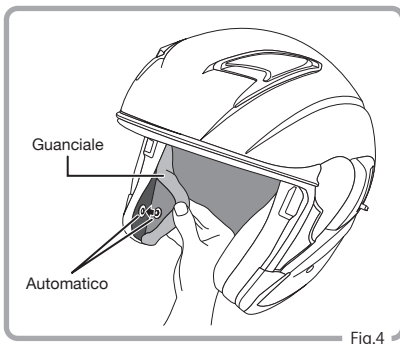

Fig.4
- 4 Chiudere i tre automatici. Ripetere la stessa procedura per l'altro lato. (Fig. 4)